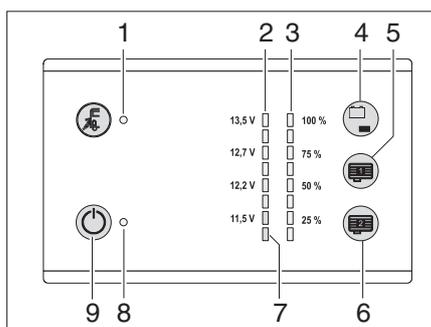

Fig. 92 Panneau de contrôle LT 101 / LT 102
Le niveau de remplissage du réservoir d'eau peut être interrogé avec le champ de détection du capteur (Fig. 92,4).
- Toucher le champ de détection du capteur (Fig. 92,4): le niveau de remplissage du réservoir d'eau est affiché en quatre niveaux avec les DEL (Fig. 92,3) (25 % à 100 %).
La DEL d'avertissement rouge (Fig. 92,7) clignote dès que la charge de la batterie de cellule descend en dessous de 11 V (mesurée en marche) et qu'il y a risque de décharge profonde de la batterie.
Avec le champ de détection du capteur (Fig. 92,4), on peut interroger l'état de charge de la batterie de cellule.
*Affichages:* ■ Toucher le champ de détection du capteur (Fig. 92,4): L'état de charge de la batterie de cellule est affiché.
L'interrupteur principal 12 V (Fig. 92,9) établit ou coupe le panneau de contrôle et l'alimentation 12 V de la cellule.
*Enclencher:* ■ Toucher le champ de détection du capteur (Fig. 92,9): l'alimentation 12 V de la cellule est enclenchée. Le voyant de contrôle (Fig. 92,8) s'allume en vert.
*Mise hors service:* ■ Toucher à nouveau le champ de détection du capteur (Fig. 92,9): l'alimentation 12 V de la cellule est coupée. Le voyant de contrôle 12 V (Fig. 92,8) s'éteint.
- ▷ Si la DEL d'avertissement de décharge profonde (Fig. 92,9) clignote, l'alimentation ne peut pas être enclenchée, la tension de batterie étant trop faible.